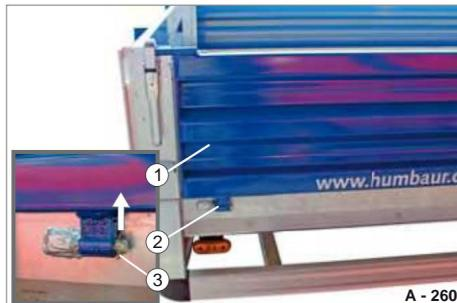

Fig. 132 Sblocco della cerniera
- ÿ Estrarre la coppiglia (Fig. 132/3) da una delle cerniere della parete laterale (Fig. 132/2).